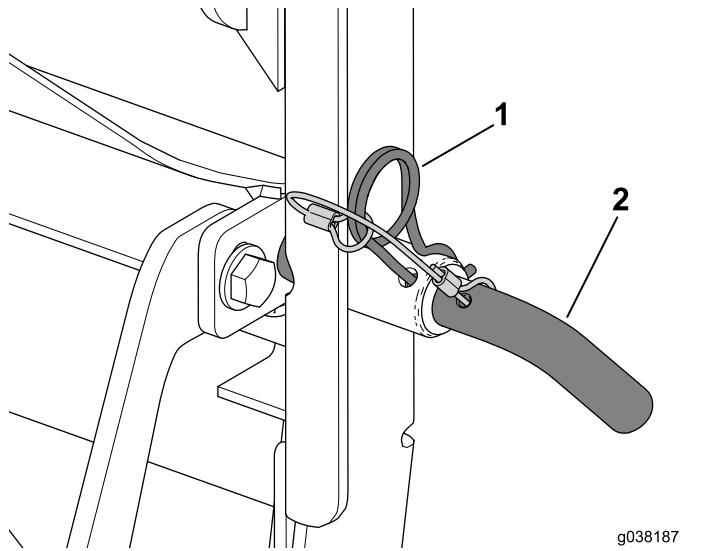

Bild 12
2. Stecken Sie den Arretierbolzen durch den Rahmen des Heckfangsystems und die Querstrebe (Bild 12).
3. Befestigen Sie den Arretierbolzen mit dem Splint (Bild 12).